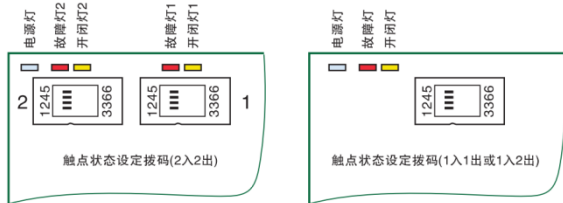

图2
- 故障状态下输出触点的松开或者闭合，可在订货合同中注明，也可由拨码开关 K4，K5，K6 设定（见图 2）：
- 工作状态下输出触点的松开或者闭合，可在订货合同中注明，也可由拨码开关 K1，K2，K3 设定（见图2）：